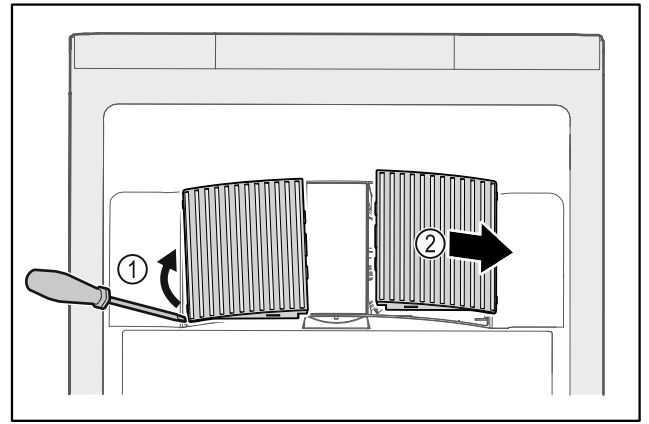

Fig. 176
- ▶ Kangutage ventilaatorikatte ettevaatlikult küljelt välja Fig. 176 (1) ja võtke ettepoole maha Fig. 176 (2).